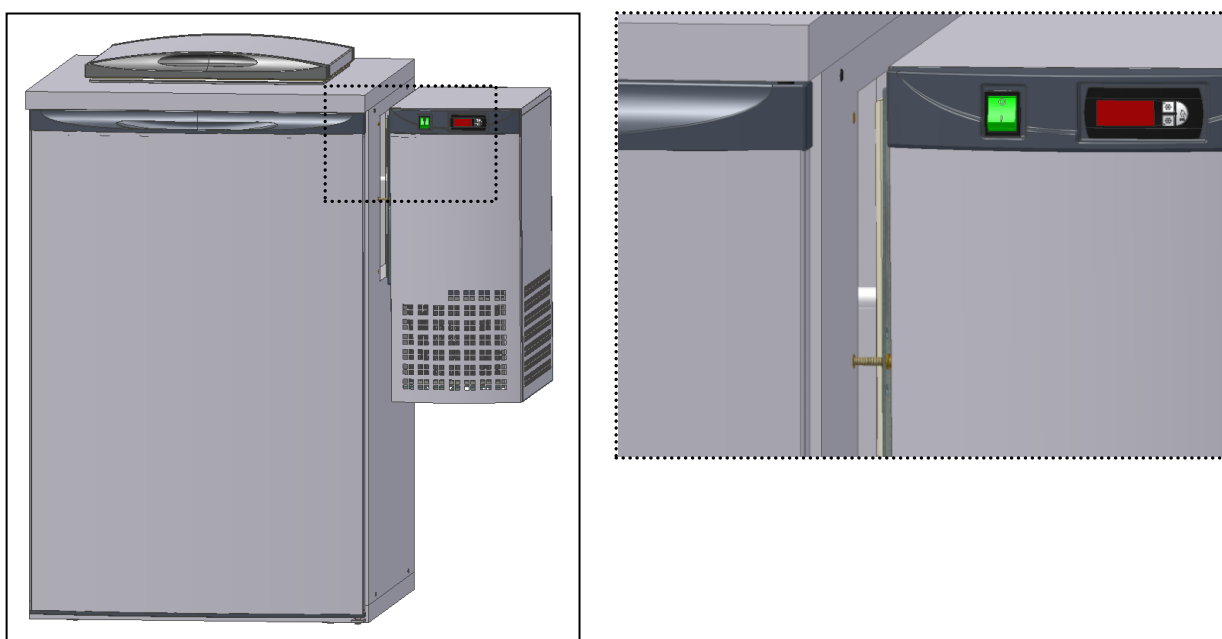

Fig. 13
- Placer le V6 dans l'ouverture du panneau latéral droit, fixant les boulons dans les trous (Fig. 13);